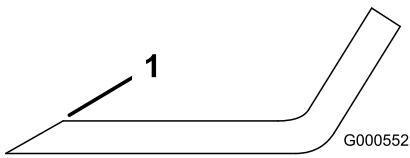

**Figure 38**
Tenez la lame à son extrémité avec un chiffon ou un gant épais. Enlevez de l'axe, le boulon, la rondelle bombée, le renfort et la lame (Figure 38).
1. Placez la lame sur l'axe (Figure 38).
2. Montez le renfort, la rondelle bombée (face concave vers la lame) et le boulon de lame (Figure 38).